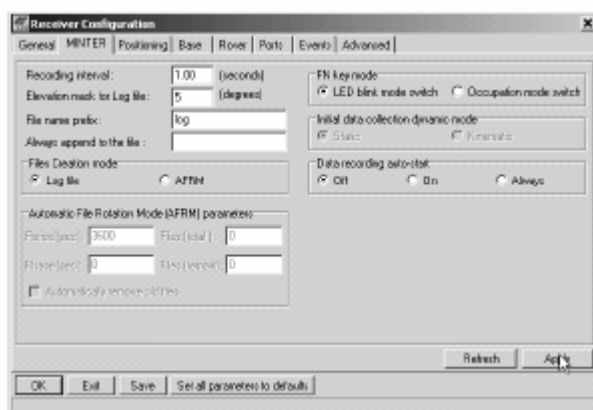

Figura 2-17. Configuración del receptor. Pestaña MINTER
3. Haga clic en **Configuración►Receptor** y a continuación en la pestaña *MINTER*; ajuste los parámetros que se indican a continuación y al finalizar haga clic en **Aplicar** (Figura 2-17). En las páginas siguientes podrá consultar la descripción de estos parámetros.